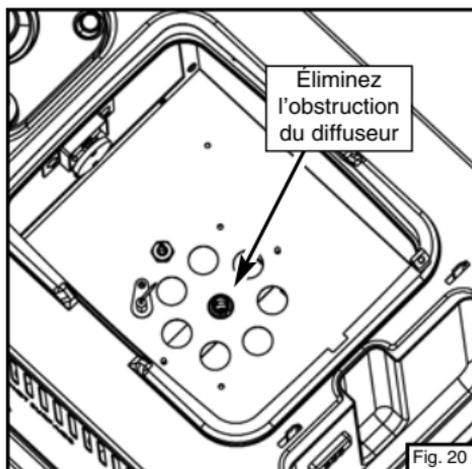

Fig. 20
- Examinez et nettoyez le diffuseur (fig. 20).